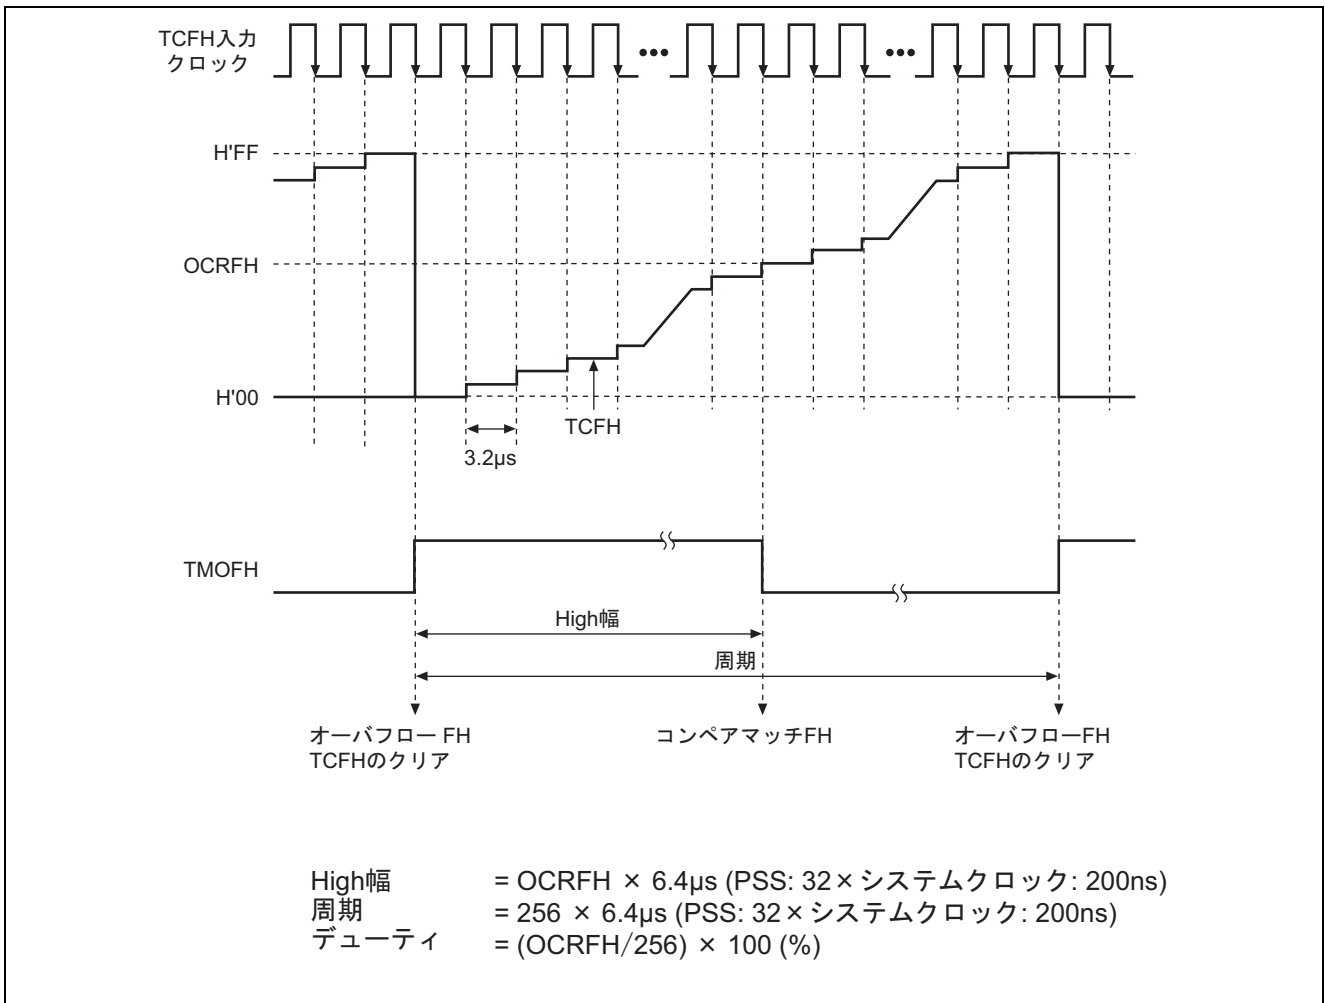

図 3 PWM 出力波形の周期, およびデューティの設定方法
b. 図 3 に本タスクにおける PWM 出力波形の周期, およびデューティ設定方法について示します。